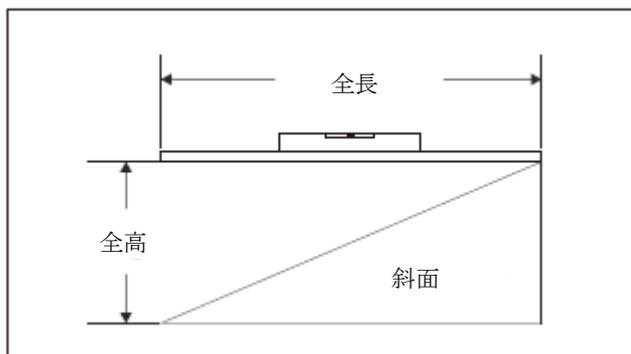

図 8.8 - 勾配（パーセント）の計算
2. 勾配の下側の端部を持ち、2×4材に乗せた水準器が水平になる位置まで2×4材を上げます（図 8.8 を参照）。